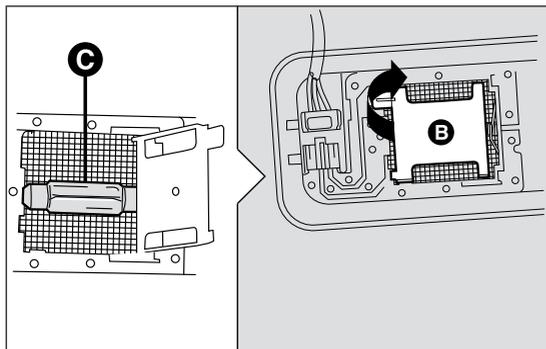

fig. 153
- aprire la copertura B fig. 153 come indicato;
- ☐ sostituire la lampada C fig. 153 svincolandola dai contatti laterali, inserire la nuova lampada accertandosi che la stessa risulti correttamente bloccata tra i contatti stessi;